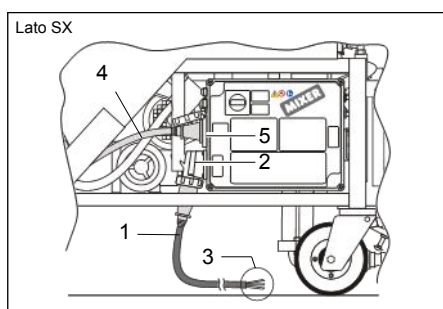

FIG.25 (Collegamento elettrico)
1) Collegare la spina al cavo di alimentazione elettrica (FIG.25-Rif.3);
2) Collegare la presa del cavo di alimentazione elettrica (FIG.25-Rif.1) alla spina
posta sul quadro elettrico (FIG.25-Rif.2).
Collegare la spina del cavo di alimentazione compressore (FIG.25-Rif.4) alla presa posta sul quadro elettrico contrassegnata dal simbolo (FIG.25-Rif.5).